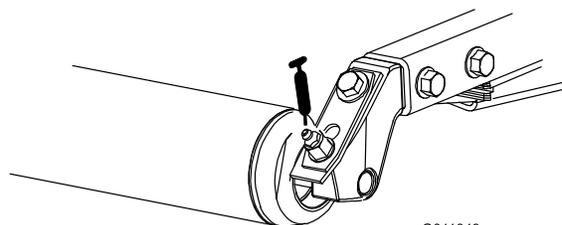

Figure 43
- Roulements de rouleur arrière (2 par plateau de coupe) (Figure 43)
Remarque: Les raccords encastrés des rouleaux (Figure 43) nécessitent un adaptateur pour la pompe à graisse. Vous pouvez le commander chez les distributeurs Toro agréés (réf. 107-1998).